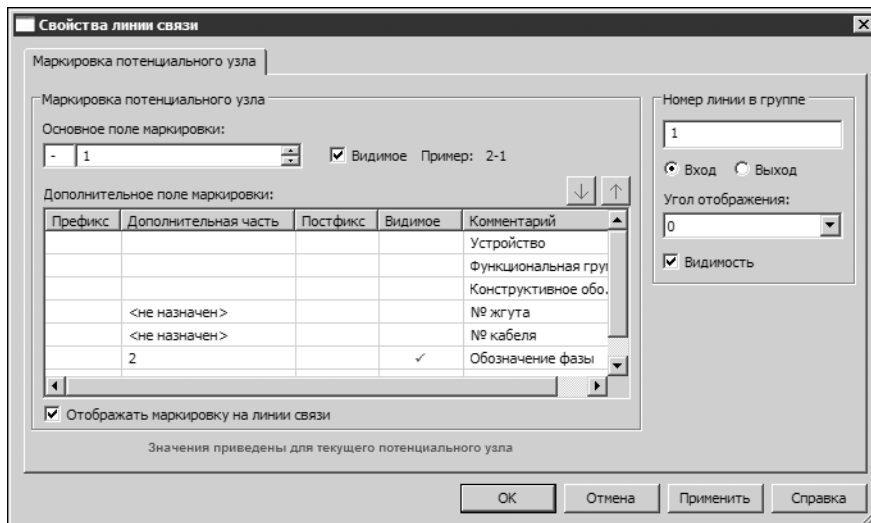

Рис. 9.12. Диалог свойств линии связи
3. После построения линии связи можно просмотреть и при необходимости отредактировать ее свойства. Чтобы открыть соответствующий диалог, дважды щелкните мышью по любому участку линии связи. На экране появится диалог **Свойства линии связи** (рис. 9.12, табл. 9.12).
На схемах принципиальных рекомендуется для каждого потенциального узла сразу построить полную трассу его прохождения, а затем присвоить ему порядковый номер в группе для отображения до и после подключения к группе. Присвоение номера выполняется в диалоге свойств (рис. 9.12, табл. 9.12).
Свойства шины можно просмотреть и отредактировать в диалоге, который открывается двойным щелчком мыши по шине. Этот диалог аналогичен диалогу свойств линии электрической связи (рис. 9.12, табл. 9.12), только для шины можно дополнительно ввести имя и установить его видимость на схемах.